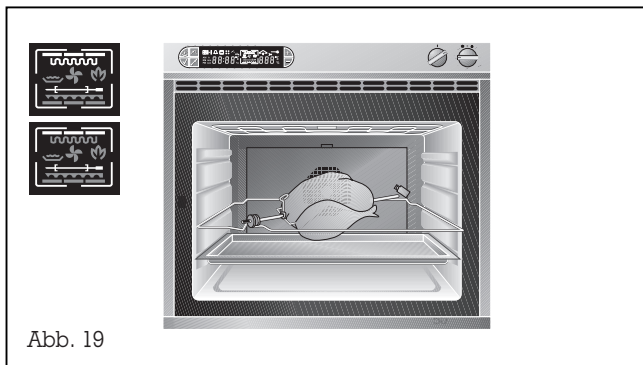

Abb. 19
**Grillen mit dem Drehspieß** ergibt rundherum eine knusprige Kruste und gleichmäßige Bräunung (Abb. 19). Schieben Sie den Auflagerahmen für den Drehspieß in die zweite Einschubleiste von unten. Schieben Sie die Grillwanne zum Fettauffangen eine Einschubleiste tiefer ein.